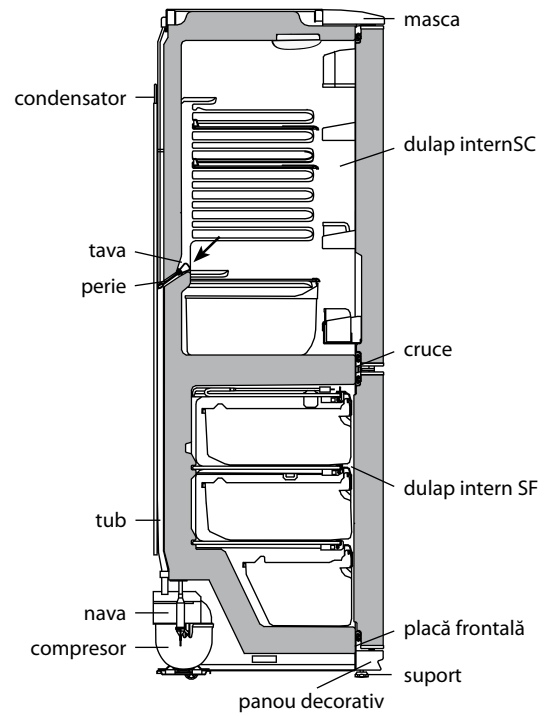

Figura 4 – Schema de eliminare a apei topite din SF
2.3.1 În SF se utilizează sistemul automat de dezghețare. Chucura, care apare pe perețele din spate a SF, se topește în ciclul de dezghețare la deconectarea compresorului și se transformă în picături de apă. Picăturile de apă topită se scurg în vas și prin gaură în tavă patrund în țevă navei pe compresor, în conformitate cu figura 4 unde și se evaporă. În gaura tavei este instalată o perie pentru a preveni înfundarea sistemului de evaporare.
Prezența apei în tavă indică la blocarea posibilă a scurgerii apei. Pentru a elimina contaminarea trebuie a curăța cu peria gaura în tavă, astfel că apa să se scurgă fără obstacole un vas, se spală peria și se instalează în conformitate cu figura 4.
ATENȚIE! Apa, care a apărut la partea de jos a SF poate trece în interiorul secției și poate provoca coroziunea dulapului în conformitate cu figura 4 și să conducă la esirea din funcție a frigiderului.